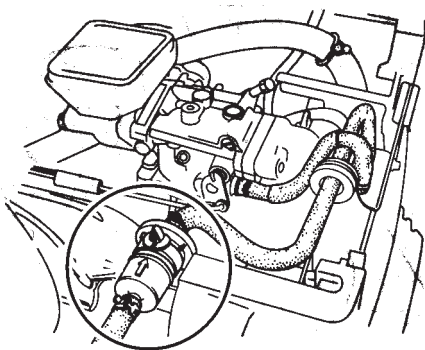

Figura 14. Filtro del carburante del motore Honda
1. Sostituire il filtro del carburante (figura 14) ogni 200 ore.